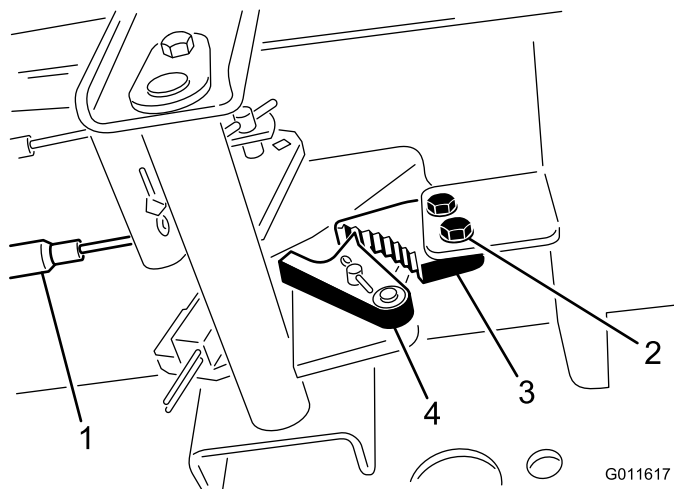

Figure 73
1. Desserrez les 2 vis qui fixent le cliquet du frein de stationnement au châssis (Figure 73).
2. Appuyez sur l'avant de la pédale du frein de stationnement jusqu'à ce que le verrou s'engage complètement sur le cliquet du frein (Figure 73).